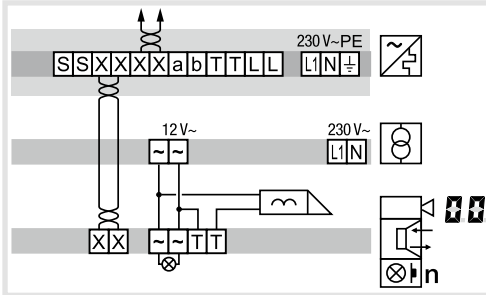

Figura 8: collegamento apriporta della stazione da porta
- In caso di installazione protetta contro la manomissione, collegare l'apriporta al contatto **⏏** dell'alimentazione della linea (figura 8).